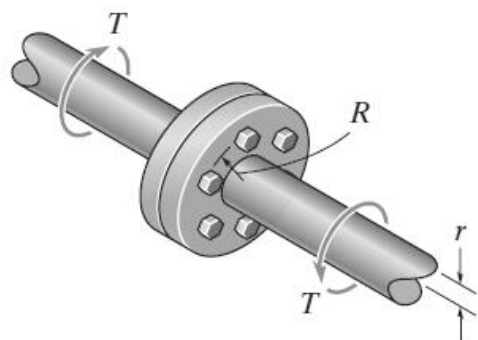

Figura 3.5
3.1.8 O veio maciço de raio r da Figura 3.5 transmite um momento torsor a um segundo veio por meio de duas flanges que estão ligadas por 6 parafusos. Os parafusos estão sobre uma circunferência de raio R . Determine o diâmetro dos parafusos para que a tensão de corte máxima no veio maciço seja igual a tensão de corte máxima nos parafusos. Considere $R=2r$.